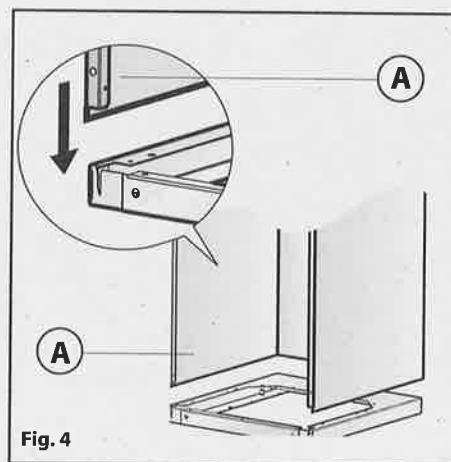
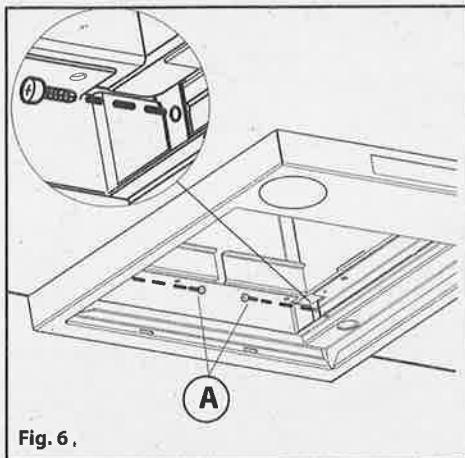

Fig. 4
Fig. 6.
- Nel caso in cui il vostro apparecchio ha i raccordi inferiori indicati come nella **Fig.4 A**, il fissaggio da effettuare è quello raffigurato in **Fig.6 A**.